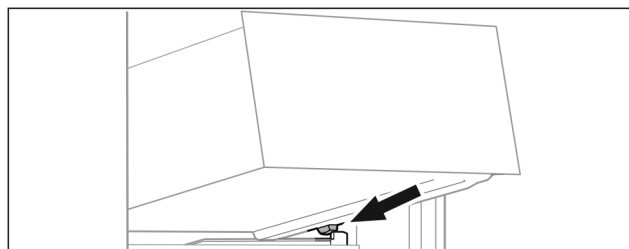

Fig. 84
- Nasadte zásuvku šikmo za zarážky na žebrování na nádoby. (viz Fig. 84)